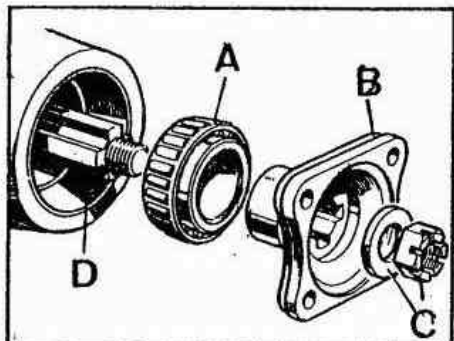

Fig. E-81 Brida de transmisión del piñón
- 3.2.7. Montar el cojinete, A (Fig. E-81) del extremo de la brida, la brida, B, y los elementos de fijación, C, sobre el piñón de ataque, D. - - Apretar la tuerca al par de 14 a 20 mkg y comprobar que el piñón de ataque gira. Si quedase bloqueado o excesivamente duro en el giro, - desmontar las piezas correspondientes y utilizar suplementos de ajuste de precarga de más espesor.